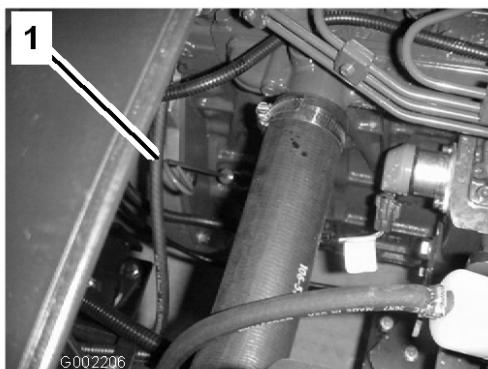

図 16
2. 助手席の下にあるディップスティックを抜き、ウェスで一度きれいに拭く(図16)。ディップスティックを、チューブの根元までもう一度しっかりと差し込む。ディップスティックを引き抜いて油量を点検する。